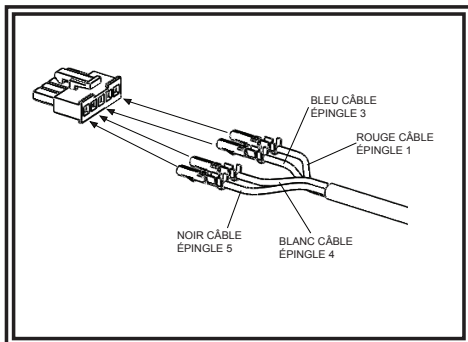

FIGURE 4
4. Tournez les broches serties vers le haut et insérez les broches dans le connecteur comme illustré à la Figure 4.